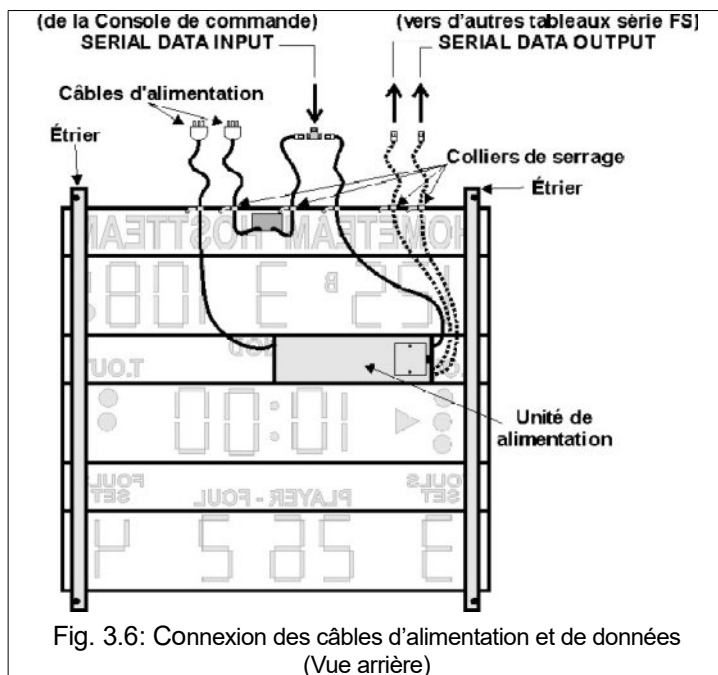

Fig. 3.6: Connexion des câbles d'alimentation et de données (Vue arrière)
1. Branchez le câble d'alimentation dans la prise correspondante et fixez l'autre bout sur la partie supérieure du tableau en utilisant le collier de serrage prévu à cet effet (voir Fig. 3.6); ceci a le but de rendre la fiche d'alimentation facilement accessible au-dessus du tableau après sa fixation au mur.
2. Pour les tableaux d'affichage du score centraux, en plus du câble série long destiné à la connexion de la Console de commande, sont également fournis trois câbles d'environ 1 m. Connectez un de ces câbles au connecteur "SERIAL DATA INPUT" et fixez l'autre bout sur la partie supérieure du tableau en utilisant le collier correspondant (voir Fig. 3.6). Ceci permet de faciliter le branchement du câble série en provenance de la Console, après avoir installé le tableau au mur.
4. Pour le module des noms des équipes branchez le câble série (d'environ 1m) au connecteur "SERIAL DATA INPUT" et fixez l'autre bout sur la partie supérieure du tableau en utilisant le collier de serrage prévu (voir Fig. 3.6).
3. Utilisez l'adaptateur pour brancher le câble série de la Console de commande à celui préalablement connecté à la prise "SERIAL DATA INPUT" de l'unité d'alimentation et du module des noms des équipes, fixés au-dessus du tableau (voir chapitre 3.3 et Fig. 3.6).